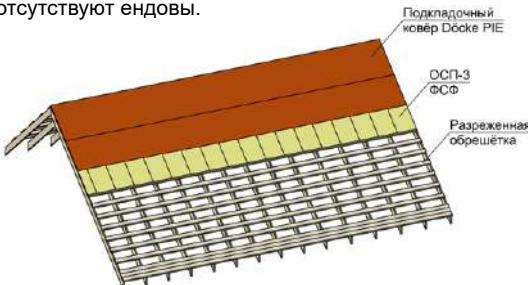

Рис. 8. Последовательный монтаж подкладочных ковров Döcke PIE сверху-вниз.
1.5.4 В случае осуществления монтажа самоклеящегося подкладочного ковра Döcke PIE при температуре ниже +15 °C необходимо дополнительно фиксировать полотно механически при помощи крепежа тип 1 (таблица №1) (рис. 8 в).
4.1.6 Подкладочный ковёр монтируется параллельно карнизу, снизу-вверх, с нахлестом следующего ряда 100 мм, торцевые нахлести составляют 150 мм. Для минимизации хождения по коврам, особенно на крутых скатах, допускается производить последовательный монтаж сверху-вниз: монтируется верхний ряд плит ОСП-3 или фанеры ФСФ, затем на смонтированный ряд плит монтируется верхнее полотно подкладочного ковра (рис. 8). Данный способ монтажа подойдёт только для простых крыш, на которых отсутствуют ендовы.